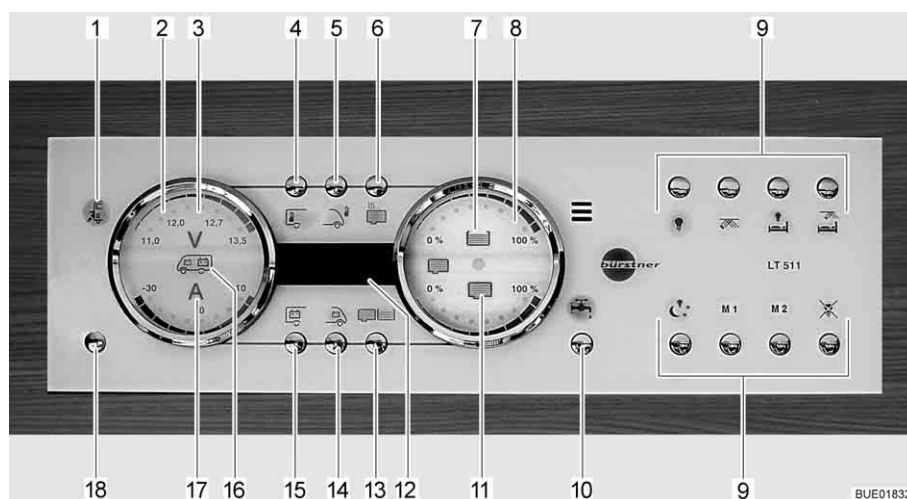

Fig. 118 Panel LT 511
Se enciende la luz de control de 230 V (Fig. 118,1) cuando hay tensión de red en la entrada del bloque eléctrico.
El interruptor principal de 12 V (Fig. 118,18) conecta y desconecta el panel y la alimentación de 12 V del habitáculo.
- Pulsar la tecla de la alimentación de 12 V (Fig. 118,18) brevemente. La alimentación de 12 V del habitáculo está conectada. La visualización de control "12 V" está encendida.
- ▷ En caso de que después de la conexión parpadeen tanto el LED "11,0" de la visualización de voltios así como el símbolo Voltios "V" (Fig. 118,3) en el instrumento indicador Baterías (Fig. 118,2), será demasiado baja la tensión de la batería del habitáculo. Cargar la batería.
- ▷ En caso de que después de la conexión parpadeen tres veces la visualización de control 12 V y el símbolo Voltios V (Fig. 118,3), estará activada la separación de batería. Desactivar la separación de batería.
- Pulsar la tecla de la alimentación de 12 V (Fig. 118,18) brevemente. La alimentación de 12 V del habitáculo está desconectada. La visualización de control "Alimentación de 12 V" se apagará.
- Pulsar la tecla Batería del habitáculo (Fig. 118,15) y mantenerla pulsada aprox. 10 segundos. El símbolo Voltios "V" (Fig. 118,3) y la visualización de control "12 V" parpadearán tres veces. La batería del habitáculo está separada de la red de a bordo de 12 V.
- Pulsar la tecla de la alimentación de 12 V (Fig. 118,18) y mantenerla pulsada aprox. 5 segundos. El símbolo Voltios "V" (Fig. 118,3) y la visualización de control "12 V" parpadearán tres veces. La batería del habitáculo está conectada a la red de a bordo de 12 V. La visualización de control estará encendida durante aprox. 5 segundos.
- Pulsar la tecla Batería del habitáculo (Fig. 118,15). El símbolo Voltios "V" (Fig. 118,3) estará encendido. Según la carga o la descarga, el símbolo Amperios "A" (Fig. 118,17) estará encendido de color blanco o bien rojo. La tensión de la batería y la corriente de la batería del habitáculo son visualizadas a través de LED en el instrumento indicador.
- Pulsar la tecla Batería del motor de arranque (Fig. 118,14). El símbolo Voltios "V" (Fig. 118,3) estará encendido. La tensión de la batería del motor de arranque es visualizada a través de LED en el instrumento indicador.
- Pulsar la tecla Depósitos (Fig. 118,13). Los símbolos Depósito de agua (Fig. 118,7) y Depósito de aguas residuales (Fig. 118,11) estarán encendidos. Los niveles de llenado del depósito de agua (escala superior) y del depósito de aguas residuales (escala inferior) serán visualizados a través de LED en el instrumento indicador.
El símbolo Depósito de agua (Fig. 118,7) o el símbolo Depósito de aguas residuales (Fig. 118,11) parpadeará si el depósito de agua está vacío o el depósito de aguas residuales está lleno.
A través del visualizador digital (Fig. 118,12) es posible visualizar la temperatura interior y la temperatura exterior.
- Pulsar la tecla Temperatura interior (Fig. 118,4). Indica la temperatura interior.
- Pulsar la tecla Temperatura exterior (Fig. 118,5). Indica la temperatura exterior.